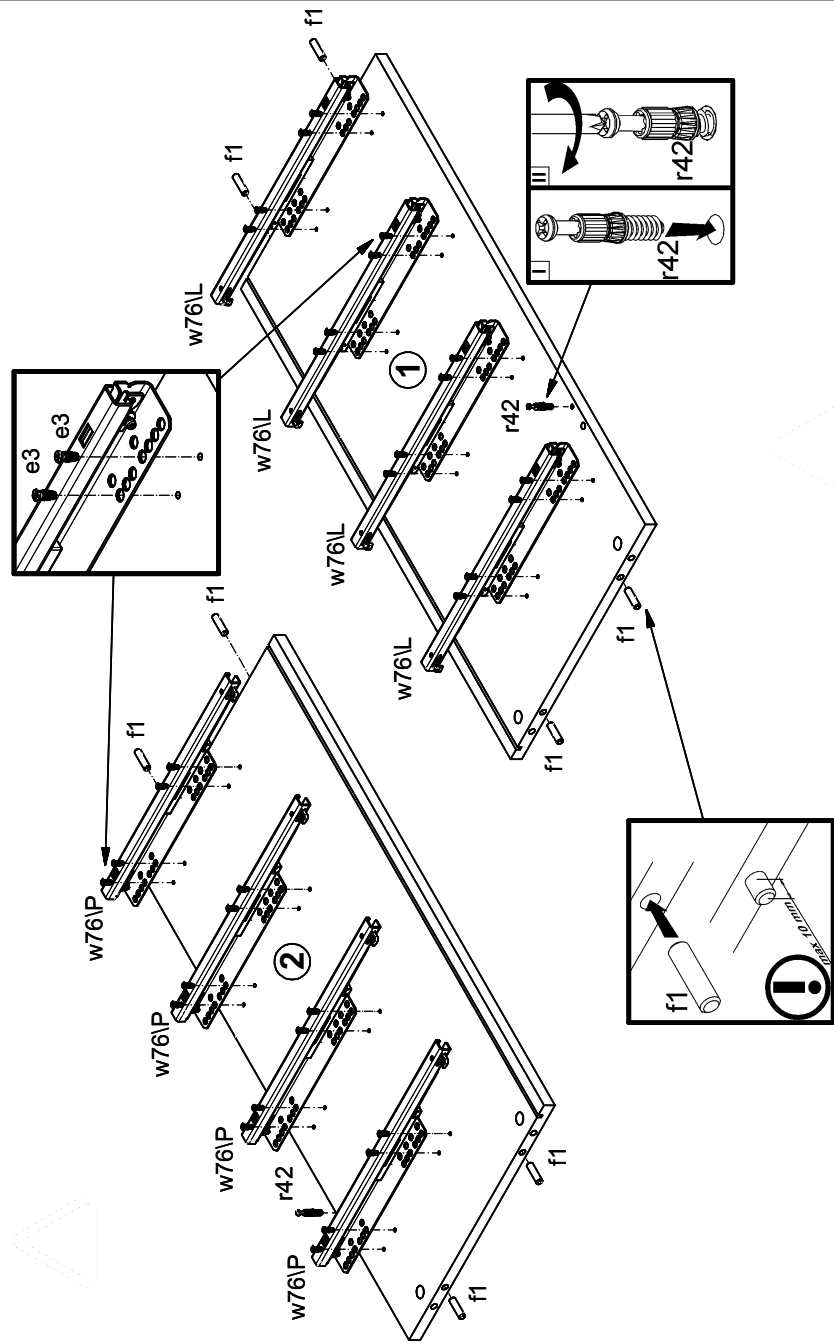
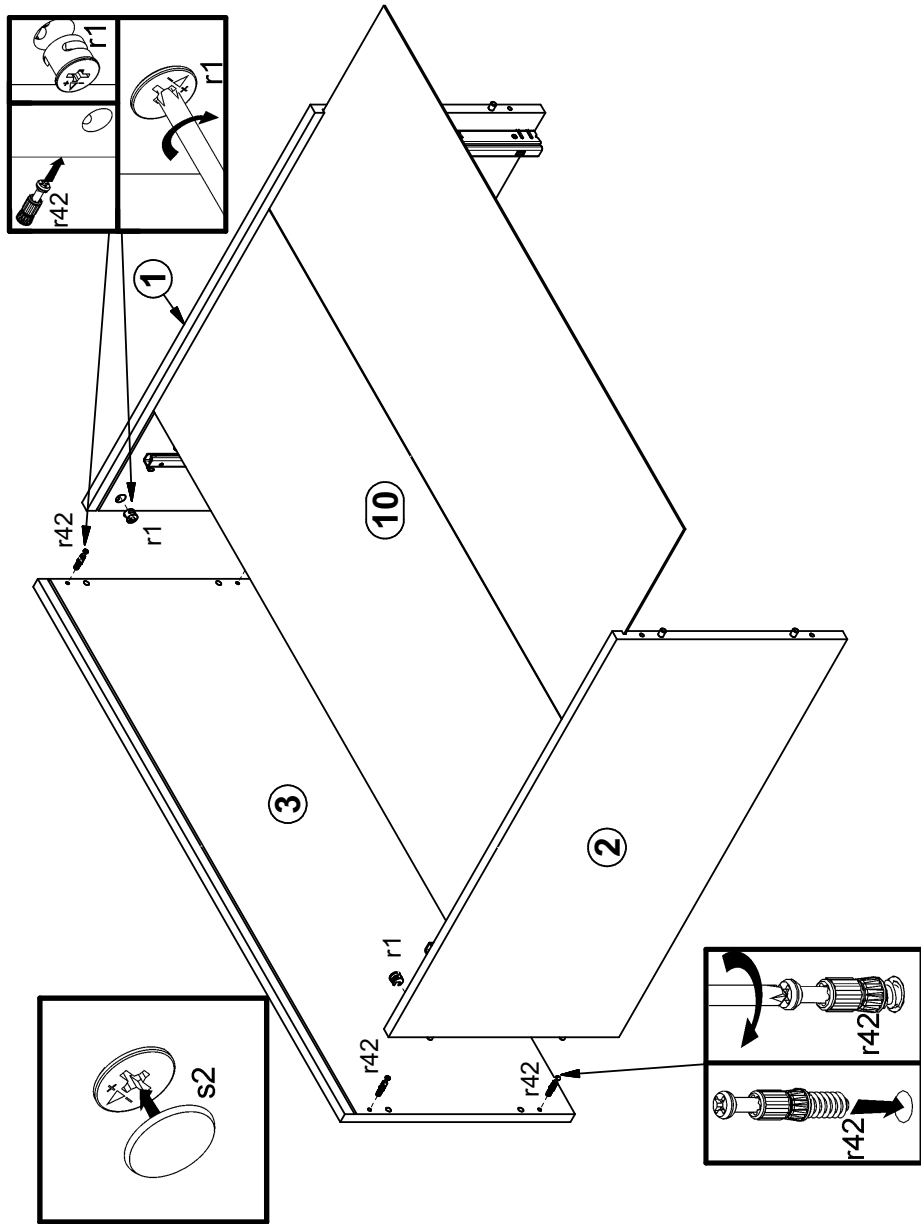

Рисунок 2
Рисунок 4
4.2 В отверстия Ø8 мм на верхних и нижних кромках стенок боковых 1 и 2 (см. рис. 2) и в торцах планки декоративной рифленой 8 вбить деревянные шканты f1 (см. рис. 3).
4.3. В отверстия Ø5 мм на внутренних поверхностях стенок 1, 2 еврошурупами e3 закрепить по 4 верхних комплекта направляющих w76\L и w76\Р (см. рис. 2).
4.4. В отверстия Ø5 мм на внутренних поверхностях стенок 1,2 (см. рис. 2), на верхних и нижних поверхностях щитов 3, 4 (см. рис. 4) вкрутить винты стяжки r42.
4.5. В отверстия Ø15 мм на задней поверхности планки декоративной рифленой 8 (см.рис. 3), на внутренних поверхностях стенок 1,2 (см.рис. 4) вставить стяжки эксцентрикиковые r1.
4.7. Присоединить щит 3 к стенкам 1, 2 с помощью шкантов f1, затянуть стяжки эксцентрикиковые r1, пользуясь отверткой, вставить стенку заднюю 10 в пазы в деталях 1, 2, 3 (см. рис. 4).